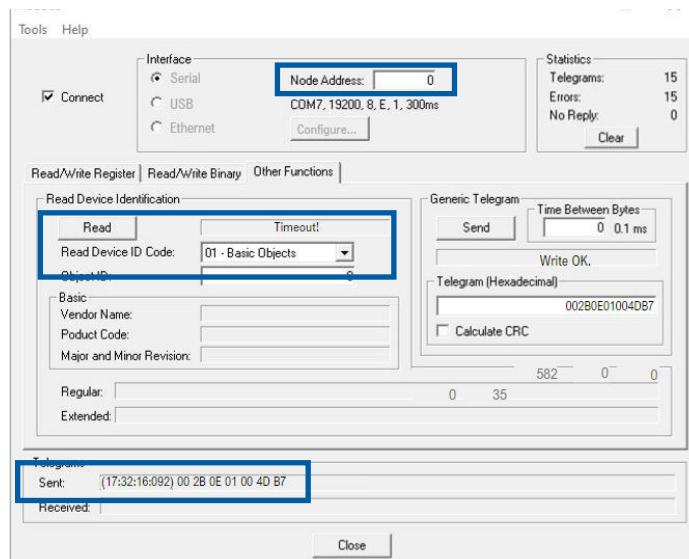

图18 - Modbus communication fail
■ Step 3: 获取当前 Modbus 地址，请参考图 18。输入广播地址 0，选择“其他功能”，读取设备 ID (01-基本对象) 或者 直接发送“00 2B 0E 01 00 4D B7”。当 ECM 电机收到请求时，PCBA 上的 LED1 将闪烁地址计数。